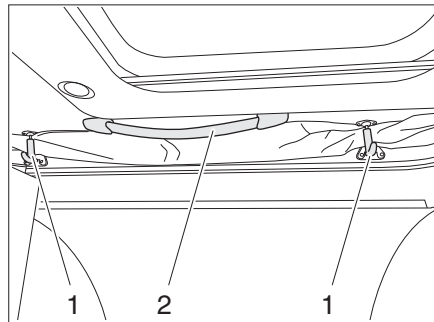

Fig. 55 Techo elevable
- Soltar los seguros (Fig. 55,1) tirando ligeramente.
- Empujar el techo elevable hacia arriba con los tiradores (Fig. 55,2).
- Empujar el techo elevable hacia abajo con los tiradores (Fig. 55,2).
- Tirar los seguros (Fig. 55,1) ligeramente hacia abajo y engancharlos de nuevo.